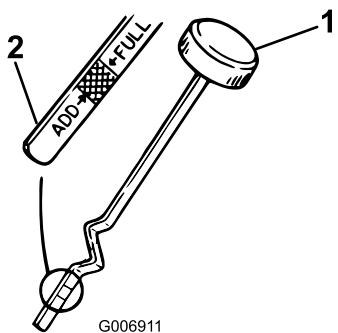

Bild 19
7. Schrauben Sie den Ölpeilstab los und wischen Sie das Metallende ab (Bild 19).